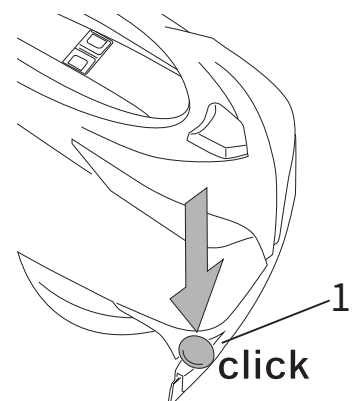

Fig.2B
- ・ バンパーホイールを取り付けます (図2B、参照1)。